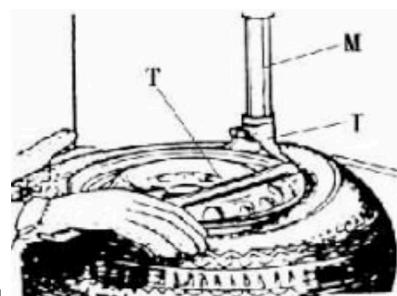

Fig. 6
styre avstanden fra monterings-/demonteringshodet til kanten på felgen, ca. 2-3 mm. Sett dekkjernet (T) mellom dekkvulsten og den fremre enden på monteringshodet (I), og løft vulsten opp på monteringshodet, slik vist i Fig. 6.